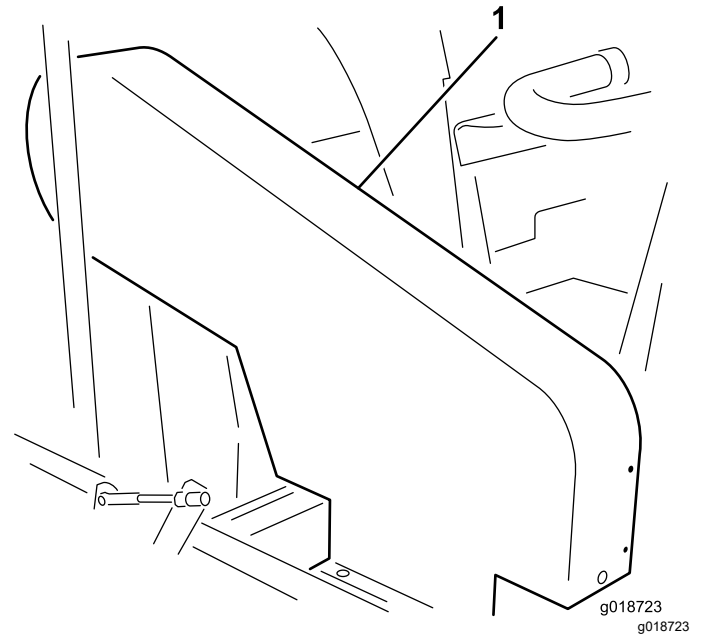

Figura 19
Nota: No es necesario retirar el protector de la correa superior (Figura 19) para comprobar la tensión de la correa. Si retira el protector de la correa, retire los 4 pernos, las arandelas y las tuercas que sujetan el protector al chasis. No utilice la máquina sin los protectores instalados.
Compruebe la tensión presionando la correa en el punto intermedio entre las poleas del embrague y el impulsor con una fuerza de entre 18 y 22 N. La correa debe desviarse 1,3 cm. Si la desviación no es correcta, consulte Ajuste de la correa de transmisión del impulsor \(página 25\). Si la desviación es correcta, continúe con el funcionamiento normal (Figura 19).
Compruebe la tensión presionando la correa en el punto intermedio entre las poleas del embrague y el eje secundario con una fuerza de entre 18 y 22 N. La correa debe desviarse 6 mm. Si la desviación no es correcta, consulte Ajuste de la correa del eje secundario \(página 26\). Si la desviación es correcta, continúe con el funcionamiento normal (Figura 19).
1. Retire los 4 pernos, las arandelas y las tuercas que sujetan la cubierta superior al chasis (Figura 19).